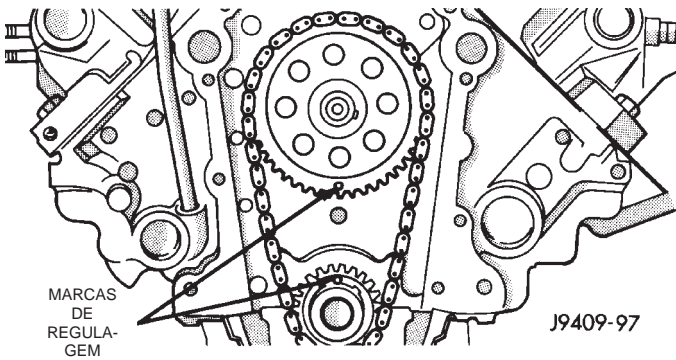

Fig. 41 Alinhamento das Marcas de Regulagem
- (3) Segure a ferramenta na posição adequada com um parafuso da placa de trava do distribuidor. Esta ferramenta irá impedir que o eixo de comando das válvulas seja empurrado muito longe e irá evitar o deslocamento da pastilha na traseira do bloco de cilindros. **A ferramenta deve ficar instalada até que as rodas dentadas do eixo de manivelas e do eixo de comando das válvulas e a corrente de distribuição tenham sido instaladas.**
- (4) Instale a placa de encosto do eixo de comando das válvulas e o compensador de óleo da corrente. **Certifique-se de que as espigas entrem no orifício direito inferior na placa de encosto.** Aperte os parafusos com um torque de 24 N·m (210 pés-lb.). A extremidade superior do compensador deve ser plana com a placa de encosto para absorver óleo para a lubrificação da corrente.
- (5) Coloque uma roda dentada do eixo de comando das válvulas e uma roda dentada do eixo de manivelas na bancada com marcas de regulagem na linha central imaginária exata através dos cilindros do eixo de comando das válvulas e do eixo de manivelas.
- (6) Coloque a corrente de distribuição em torno de ambas as rodas dentadas.
- (7) Gire o eixo de manivelas e o eixo de comando das válvulas para alinhar com a localização do rasgo de chaveta na roda dentada do eixo de manivelas e na roda dentada do eixo de comando das válvulas.
- (8) Levante as rodas dentadas e a corrente (mantenha as rodas dentadas apertadas contra a corrente na posição adequada, conforme descrito).
- (9) Deslize ambas as rodas dentadas igualmente sobre seus respectivos eixos e use uma régua sem graduação para verificar o alinhamento das marcas de regulagem (Fig. 41).
- (10) Instale a arruela cônica/parafuso do eixo de comando das válvulas. Aperte o parafuso com um torque de 68 N·m (50 pés-lb.).
- (11) Meça o jogo axial do eixo de comando das válvulas. Consulte "Especificações" para a folga apropriada. Se não estiver dentro destes limites, instale uma nova placa de encosto.